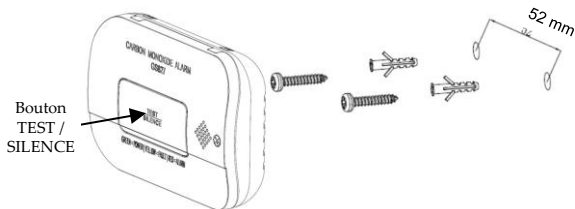

Figure 2 – Montage
3. Testez l'unité en appuyant sur le bouton TEST/SILENCE (*reportez-vous à la Figure 2*). Assurez-vous que le son émis correspond au mode d'alarme.
Pour tester l'alarme, appuyez sur le bouton TEST/SILENCE et maintenez-le enfoncé (reportez-vous à la Figure 2). Vous devriez entendre la séquence sonore de l'alarme et voir clignoter le témoin d'alarme correspondant (voyant rouge) ; un message d'alerte est par ailleurs envoyé au récepteur du système. Les séquences sonores de l'alarme s'arrêtent lorsque vous cessez d'appuyer sur le bouton TEST/SILENCE.
1. Appuyez sur le bouton TEST/SILENCE (reportez-vous à la Figure 2).